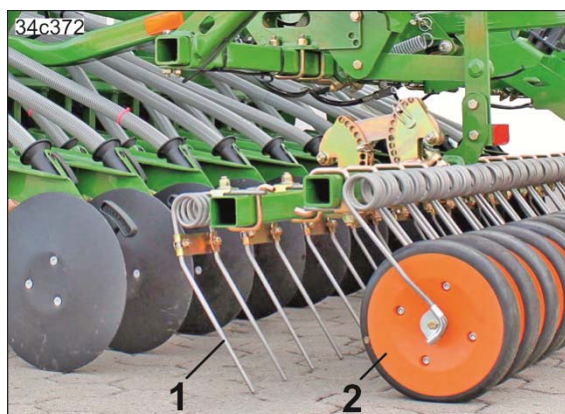

Fig. 64
- the harrow tines (Fig. 64/1),
- the press rollers (Fig. 64/2).